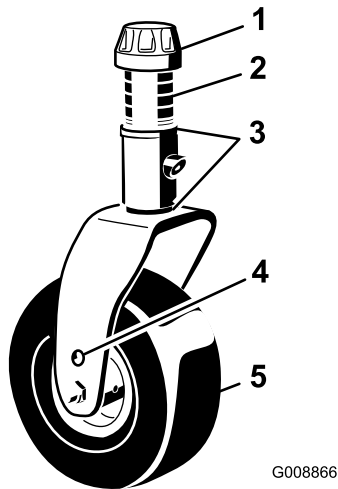

Figure 28
3. Ajoutez ou retirez des cales de 3 mm sur la fourche d'une ou de plusieurs roues pivotantes pour que la hauteur de coupe corresponde à celle indiquée sur l'autocollant (Figure 28) ; voir Réglage de la hauteur de coupe (page 27).